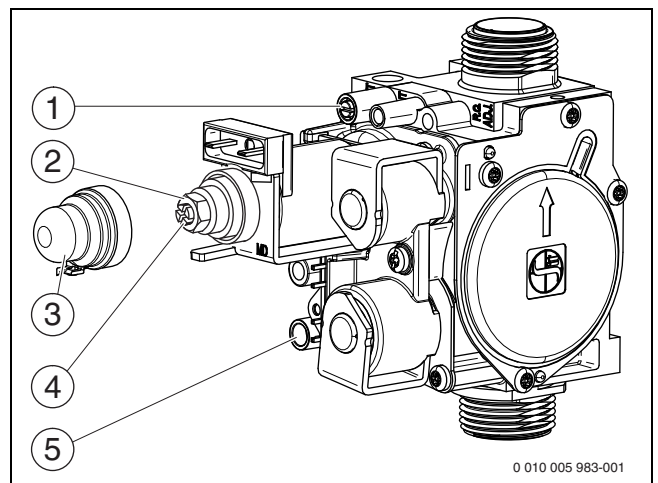

Fig. 33 Bloc gaz
- ▶ Dévisser légèrement la vis d'étanchéité sur la buse de mesure de la prise de pression (fig. 33, [1]) et raccorder un manomètre de tuyau en U à cette prise.
- ▶ Retirer le revêtement (fig. 33, [3]).
- ▶ Pour la pression à l'injecteur «maxi.» indiquée (mbar) sur le tableau page 42. Régler la pression à l'injecteur avec la vis de réglage sur le débit de gaz max. (fig. 33, [2]). Tourner vers la droite pour augmenter le gaz, tourner vers la gauche pour réduire le gaz.
- ▶ Pour la pression à l'injecteur «min.» indiquée (mbar) sur le tableau, page 42. Régler la pression à l'injecteur avec la vis de réglage sur le débit de gaz min. (fig. 33, [4]).
- ▶ Arrêter la chaudière gaz et fermer le robinet de gaz, retirer le manomètre à tube en U et serrer la vis d'étanchéité (fig. 33, [1]).
- ▶ Desserrer la vis d'étanchéité de la buse de mesure de la pression de raccordement du gaz (fig. 33, [5]) et raccorder le manomètre.
- ▶ Remettre le revêtement et le sceller (fig. 33, [3]).
- ▶ Retirer le bouchon de la tubulure de mesure des fumées (→ fig. 33, [1]).